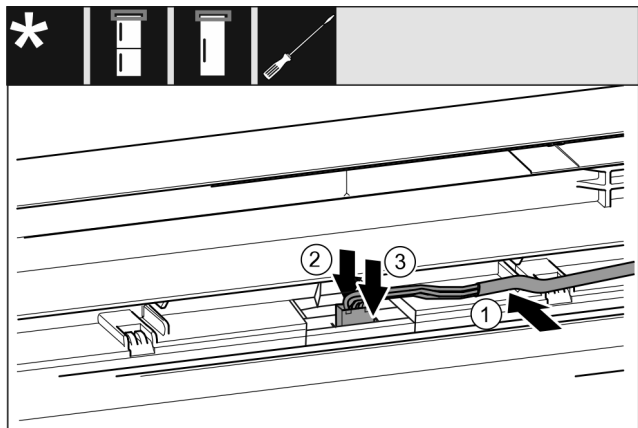

Fig. 44
- ▶ Pilką kabelį įstatykite į viršutinių durų kreipiklį. Fig. 44 (1)
- ▶ Paspauskite fiksavimo iškyšą į galą. Fig. 44 (2)
- ▶ Užfiksuokite kištuką. Fig. 44 (3)